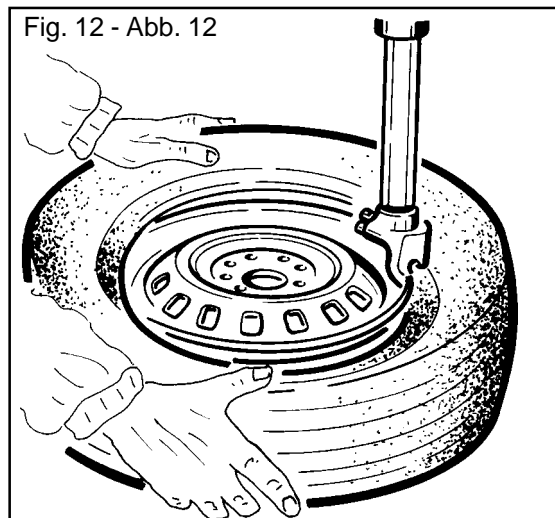

Fig. 12 - Abb. 12
- Posizionare il braccio operante (M) in modo da appoggiare l'utensile in posizione corretta (I) sul bordo del cerchio
- Tenendo premuto con le mani il tallone del pneumatico nella gola del cerchio, premere il pedale (Z) per ruotare l'autocentrante in senso orario per tutta la circonferenza del cerchio (Fig. 12).
•Lower the mounting bar (M) until the mounting tool rests against the edge of the rim.
•Keeping the tyre bead pressed down into the wheel rim channel with your hands, press down on the pedal (Z) to rotate the turntable clockwise. Continue until you have covered the entire circumference of the wheel rim (Fig. 12).
- Baisser la barre de montage (M) jusqu'à ce que la tête de montage (I) appuie sur le bord de la jante.
- Avec les mains, pousser le talon du pneu dans le creux de la jante, appuyer sur la pédale (Z) pour faire tourner le plateau dans le sens horaire pour tout le pourtour de la jante (Fig. 12).
-Reifenwulst von Hand unter den Felgenrand pressen, Pedal (Z) drücken; der Zentriertisch dreht sich im Uhrzeigersinn den gesamten Felgenumfang entlang (Abb. 12).